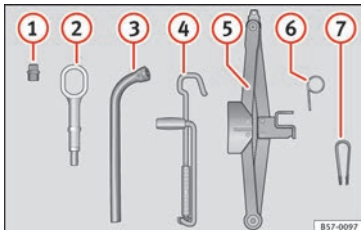

Fig. 68 Dans le coffre à bagages, sous le revêtement du plancher de chargement : outillage de bord.
- Encastrer la pince en plastique (outillage de bord » **fig. 68** ⑦) sur le capuchon jusqu'à ce qu'elle s'emboîte » **fig. 69**.